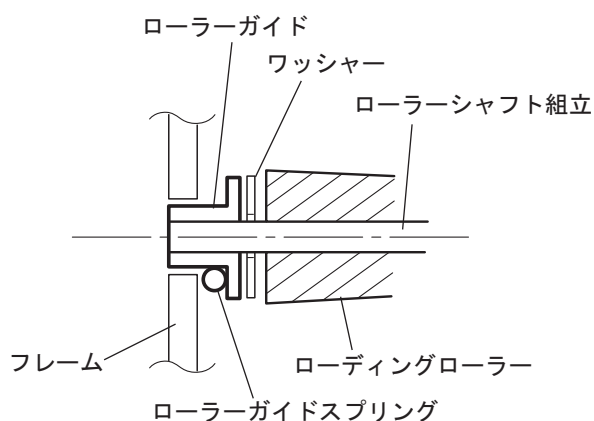

図 30
再取り付けの際、ロックアームリベット組立をシャーシリベット組立に再取り付けする前に左右のローラーガイドスプリングをロックアームリベット組立に再取り付けしてください。必ずローラーガイドスプリング (L) の **h** 部分をローラーガイドの内部に固定してください。(図 30 参照)